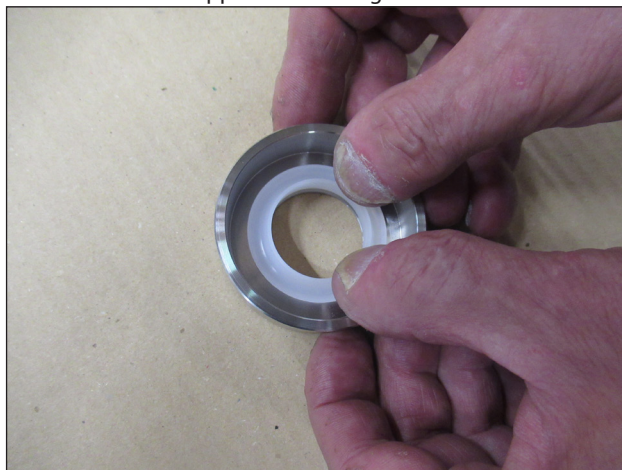

Abb. 28
- A) Setzen Sie den Abstreifring in die Aufnahme am Halter ein (Abb. 28) und helfen Sie sich ggf. mit einem Dorn, ohne dabei die Dichtlippe zu beschädigen.